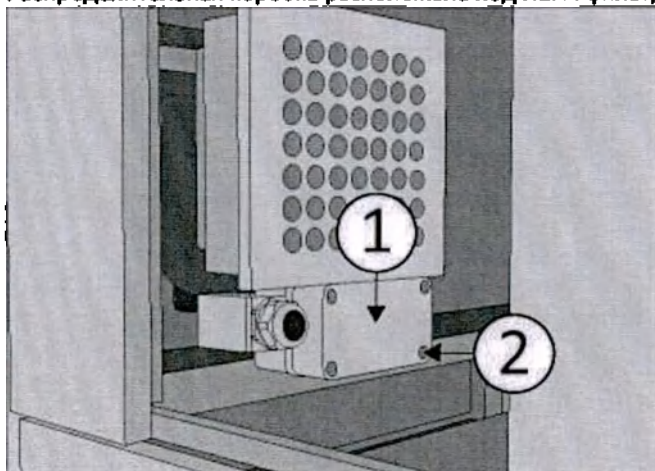

Рис. 4.1
Машина поставляется с завода без кабеля питания (по запросу). Имеется распределительная коробка (1 Рис. 4.1), к которой необходимо подключить кабель питания.
- 1) Откройте распределительную коробку, открутив 4 передних винта (2 Рис. 4.1).